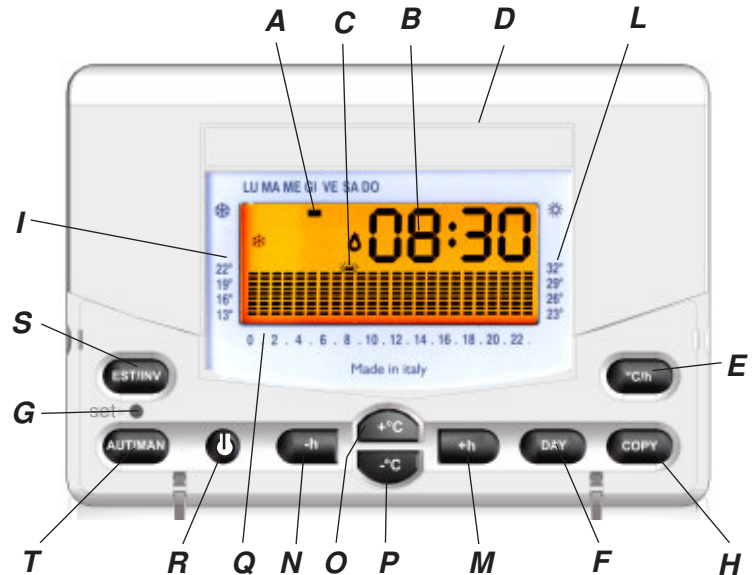

Fig.5
La parte fundamental del equipamiento es el display gráfico retroiluminada, que presenta un diagrama de 24 columnas correspondiente a las horas de un día; la altura de cada columna indica la temperatura programada para cada hora. El segmento situado arriba a la izquierda (A en Fig.5), indica el día de la semana correspondiente a la programación visualizada. Arriba a la derecha (B en Fig.5), durante la programación, se visualiza la temperatura fijada y en el funcionamiento normal puede visualizarse alternativamente la hora o la temperatura ambiente mediante la tecla °C/h Fig.5).
Easy 503 muestra, una vez colocadas las pilas, un diagrama estándar de uso, indicando el reloj la hora 00.00 y Lunes (LU). Para modificar este programa hay que desplazarse al día indicado mediante la tecla DAY (F en Fig.5), y variar el gráfico diario utilizando las teclas centrales dispuestas en cruz.
Las teclas +h y -h (Fig.5) desplazan el cursor, en sentido horizontal, a lo largo de las horas del día, mientras los otros dos (P y O en Fig.5) varían la temperatura fijada (visualizada en el display).
1-Mediante el pulsador **DAY** (F en Fig.5) avanzamos al día siguiente visualizando el programa memorizado (si no se ha efectuado ninguna variación se mostrara el programa estándar) y realizamos las modificaciones necesarias según lo descrito anteriormente.
Una vez terminada la programación entera de la semana, no hace falta ajustar la hora ni el día pulsando la tecla SET mediante una punta (FIG.5).
A partir de este momento, **Easy 503** empieza a funcionar indicando cada periodo de calefacción o resfriamiento con el símbolo de la llama en la pantalla (Fig.5).
Comprimiendo la tecla T de la Fig.5 el cronotermostato entra en funcionamiento manual eliminando el gráfico (que permanece memorizado) y visualizando el símbolo de la mano (Fig.5). En esta situación **Easy 503** se comporta como un simple termostato ambiente, en el que la temperatura deseada se obtiene mediante los pulsadores **+°C** y **-°C** (P y O en Fig.5). La temperatura establecida, visible en el display, se mantendrá mientras no se abandone el funcionamiento manual todavía comprimiendo la tecla (funcionamiento automático).
Pulsar dos segundos la tecla (R en Fig.5) para apagar el cronotermostato.
Si fuese necesario anular toda la programación, por ejemplo tras una prueba de programación, presionar simultáneamente los dos pulsadores **AUT/MAN, COPY** (T, H Fig.5) durante dos segundos; **Easy 503** vuelve con la inicialización descrita anteriormente.